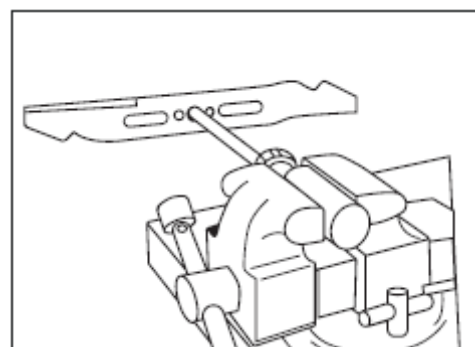

Fig. 18
- La lama è bilanciata quando nessuna delle estremità si abbassa (vedere Fig. 18).